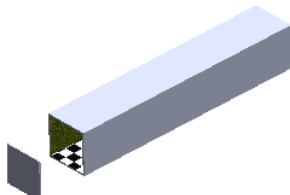

图 9.9.3 引入相机橇
Step3. 引入相机橇。选择下拉菜单  插入(I) →  零部件(P) →  现有零件/装配体(E)... 命令，系统弹出“插入零部件”对话框；单击“插入零部件”对话框中的  按钮，在系统弹出的“打开”对话框中选取 D:\sw15\work\ch09.09\tray.SLDPRT，单击  按钮，将零件放置到图 9.9.3 所示的位置。